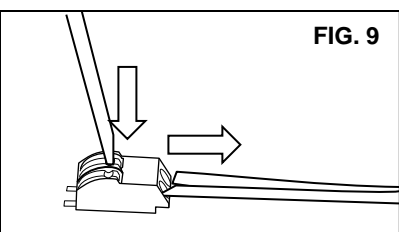

FIG. 9
- Détachez les FILS DE CONTRÔLEUR à partir du bornier en appuyant sur les LANGUETTES DE TERMINAL. (FIG. 9)